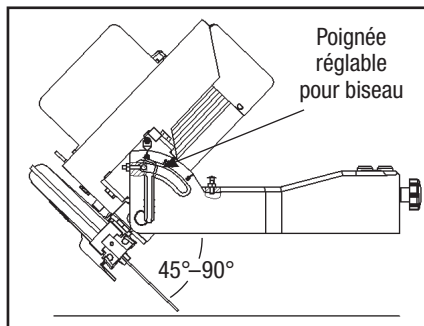
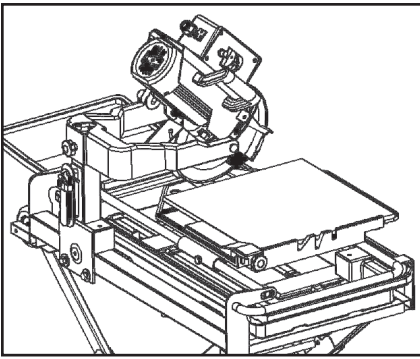
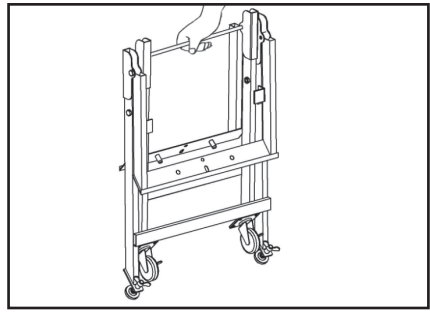

FIGURE 21
FIGURE 22
FIGURE 24
3ÈME ÉTAPE: Desserrez la *poignée réglable pour biseau* sur le support de biseau (voir FIGURE 21), qui peut être trouvé derrière la tête du moteur. Réglez le guide en penchant la tête à un angle de 22,5° ou 45° (voir FIGURE 22). Vérifier que la lame s'aligne avec les marques de degré d'angle de la table de coupe.
- Lorsque vous déplacez la scie loin du chantier, détachez la scie du support et utilisez les roues sous le cadre de la scie (voir FIGURE 21). Le support se plie séparément pour une transportation facile (voir FIGURE 24).